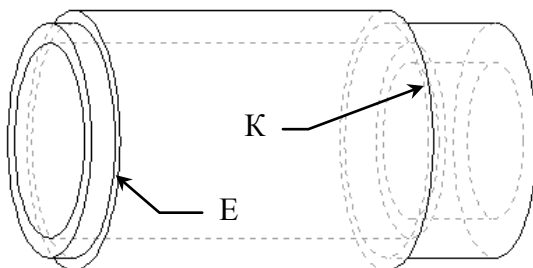

Рис. 2.11
13. В результате получается следующая деталь (рис. 2.11).